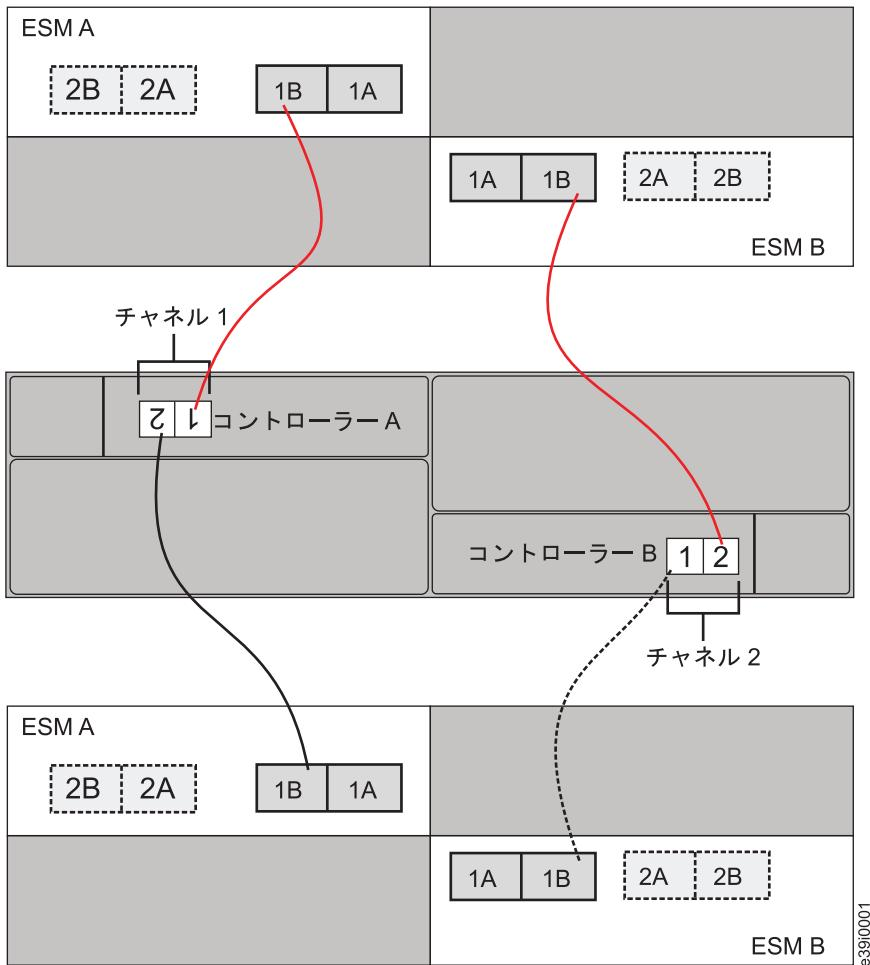

図 25. EXP395 へのラウンドロビン・ケーブル接続
- ストレージ拡張エンクロージャーを EXP395 ドライブ・ポートに追加する場合は、ラウンドロビン方式で行うことを推奨します。例えば、DS3950 にケーブル接続する EXP395 が 2 台ある場合、両方の EXP395 をドライブ・チャネルの 1 つのドライブ・ポートに接続しないで、エンクロージャーをすべてのドライブ・ポートに分散させます。その結果、ドライブ・チャネルのドライブ・ポートあたり 1 台のエンクロージャーになります。図に関しては、47 ページの図 25 を参照してください。